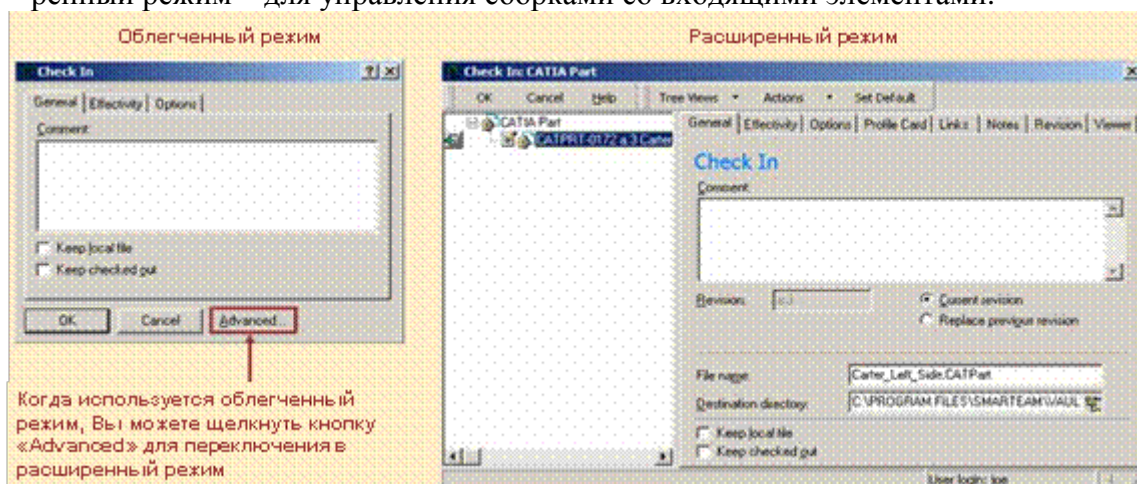

Рис. 12.2. Режимы отображения
- Диалог операций жизненного цикла SMARTTEAM-Editor может отображаться в облегченном или расширенном режиме (рис.12.2).